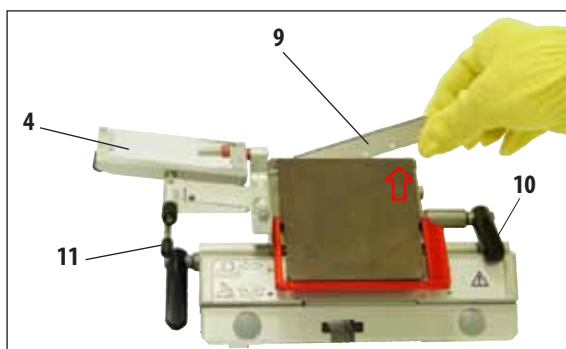

Рис. 3
1. Отведите систему уголка (4) влево — держась при этом за рычаг (11) (не за регулировочный винт уголка), чтобы высота уголка не изменялась (рис. 3).
2. Отпустите зажимной рычаг (10), вращая против часовой стрелки (рис. 3).
3. Осторожно вставьте лезвие (9) сверху или сбоку между прижимной пластиной и креплением лезвия. Следите, чтобы лезвие входило по центру и равномерно лежало на выступе (см. красную стрелку на рис. 3).